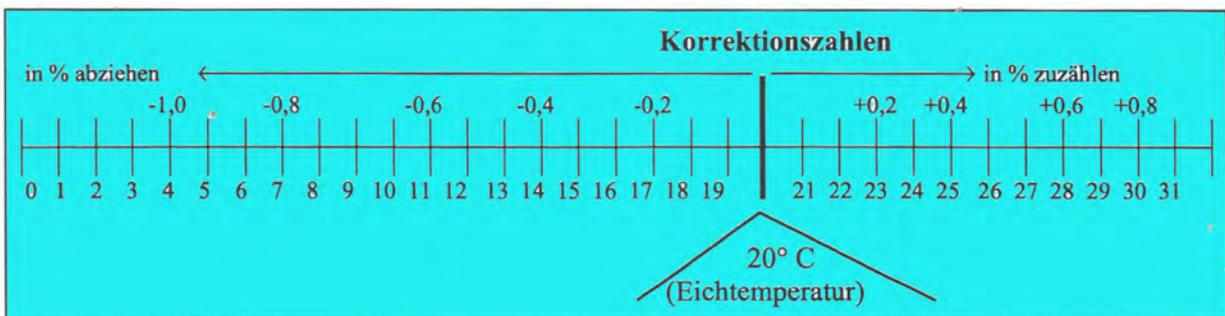

Abb. 7. Korrekturtabelle Temperaturabhängigkeit der Stammwürzebestimmung
- evtl. Temperaturkorrektur (Abb. 7):